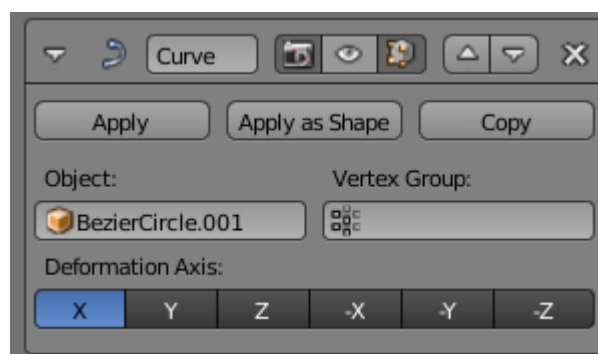

Figura 5.70
3. Seleccione a secção do rasto e associe-lhe um Modificador **Curve**. Na caixa Object seleccione o nome do objecto tipo Curve. figura 5.70.